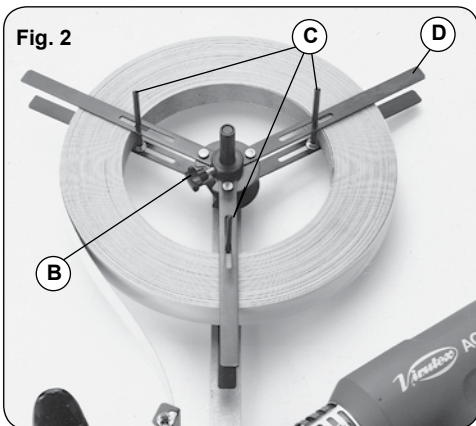

Fig. 2
A) Aflojar el pomo B, (Fig. 2), y retirar la tapa del cargador D.